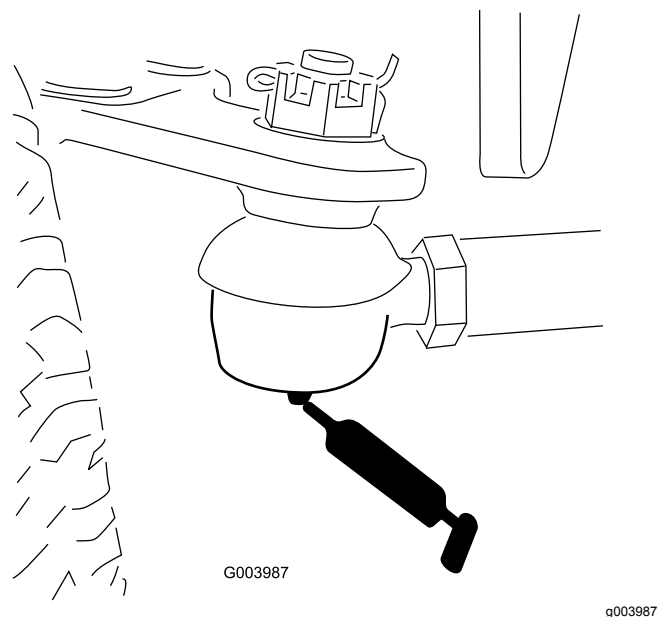

Figure 51
- Bielle de l'essieu arrière (2) (Figure 51).